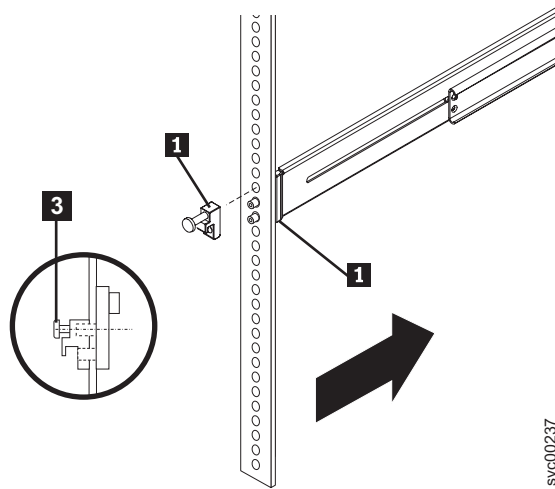

図 113. ラッチ受け座をスライド・レール前面から取り外す方法
1. 左側背面の取り付け用フランジから、図 113 に示すように、拘束ねじ **3** およびラッチ受け座 **1** を緩めて外し、スライド・レール **2** を解放します。同じ方法で、右側背面の取り付け用フランジから拘束ねじを緩めて外し、もう一方のスライド・レールを解放します。